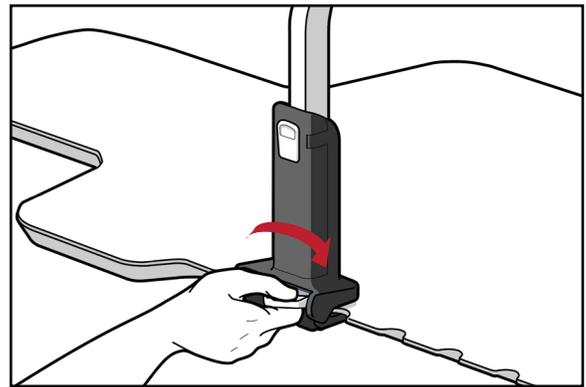

Abb. 2
4. Fixieren Sie beide Bridge-Klemmen durch Drehen des Verriegelungshebels, bis sie sicher befestigt sind (Abb. 2).